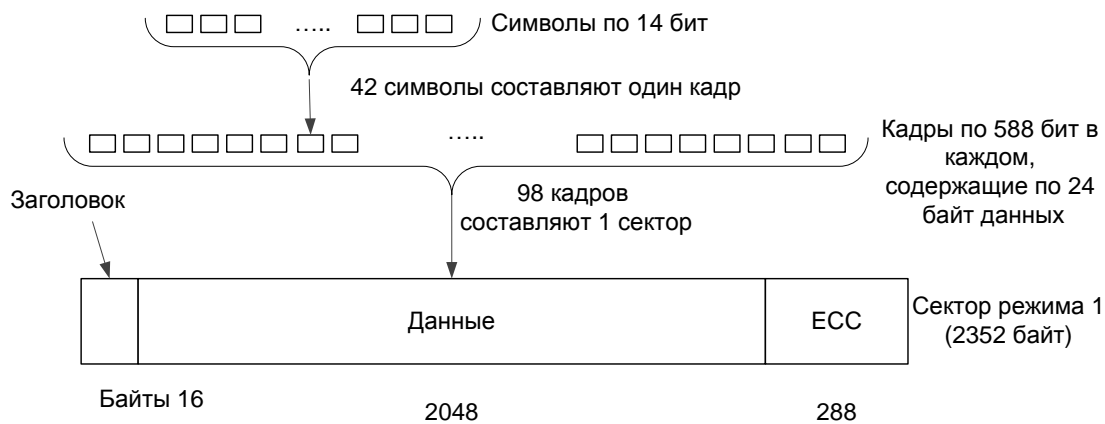

Рис. 12. Логическое расположение данных на CD-ROM
Желтая книга добавляет к этому стандарту группирование 98 кадров в так называемый CD-ROM-сектор, как показано на Рис. 12. Каждый CD-ROM-сектор начинается 16-байтовым заголовком, первые 12 байт которого содержат OFFFFFFFFFFFFFFFFFOO (шестнадцатеричное), чтобы считывающее устройство могло распознать начало CD-ROM-сектора. Следующие три байта содержат номер сектора, что необходимо, так как поиск данных на единственной спирали диска значительно сложнее, чем на магнитном диске, состоящем из концентрических дорожек. При поиске ПО устройства приблизительно вычисляет, куда переместить головку, а после перемещения головки считывает первый заголовок, проверяя, насколько точно удалось приблизиться к требуемым данным. Последний байт заголовка содержит код режима.
**В режиме 1** используется формат, показанный на Рис. 12, с 16-байтовым заголовком, 2048 байт данных и 288-байтовым кодом исправления ошибок ECC (Error Correction Code), для которого используется перемежающийся код Рида—Соломона.